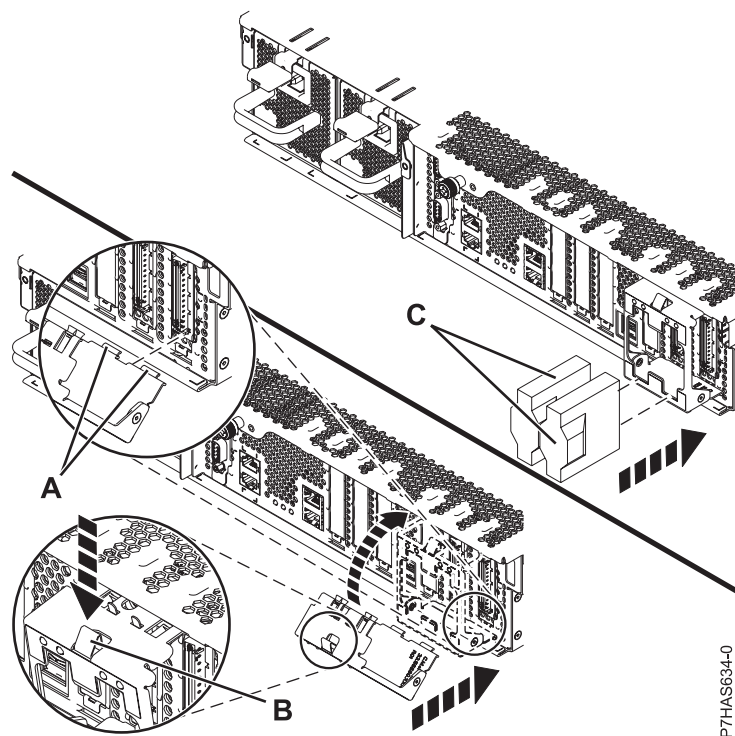

Figura 10. Substitució de la peça de retenció del cable
8. Si se subministra la peça de subjecció de retenció de cables, que es mostra a Figura 10 a la pàgina 13, duieu a terme els passos següents:
- a. Inclineu la peça de retenció del cable (A), que es mostra a la Figura 10 a la pàgina 13, fins a enganxar la pestanya de la part inferior de la peça a la ranura del conjunt de l'adaptador.
- b. Feu pivotar la peça de retenció del cable cap al xassís i premeu la brida de la peça de retenció (B) al forat del xassís per assegurar la peça.
9. Des de la part posterior del sistema, connecteu els cables de l'adaptador (C).